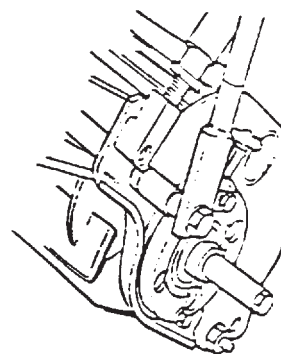

図 3.2.2
- a) Cutting ユニットのフレームをボルトで直接固定する (図3.2.2.) または